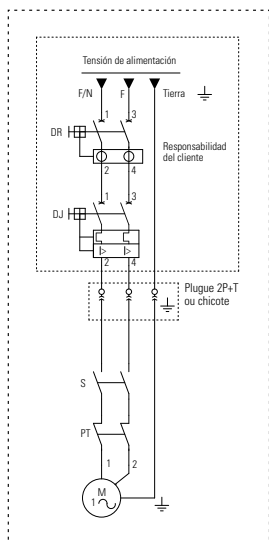

FIGURA 8.2- ESQUEMA DE CONEXIÓN ELÉCTRICA MONOFÁSICA (MOTOR SIN PROTECTOR TÉRMICO)
- Para Protección y Garantía del motor eléctrico, es necesario seguir la orientación de la Figura 8.2. La inobservancia podrá causar el quemado del motor y la pérdida de la Garantía.
- Para protección del motor, deben ser seguidas las orientaciones de la Figura 8.2.
Leyenda (Figura 8.2)